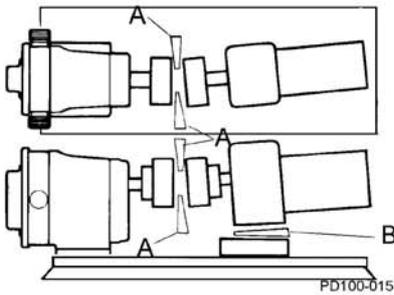

Abb.22 Winkelversatz überprüfen
1. Kontrollieren Sie mithilfe von Fühlerlehren oder Kegellehren (Abb. 22, Pos. A und B) die Ausrichtung an vier Punkten in Abständen von 90 Grad um die Kupplung herum und justieren Sie so lange, bis Sie an allen Punkten die gleichen Werte messen.